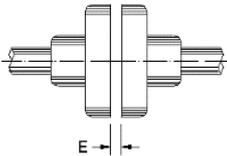

Figura 4.15: Holgura axial del acoplamiento (E)
Alinear cuidadosamente las puntas de eje y, siempre que sea posible, usar acoplamiento flexible, dejando una holgura (E) mínima de 3 mm entre los acoplamientos, conforme es mostrado en la Figura 4.15.